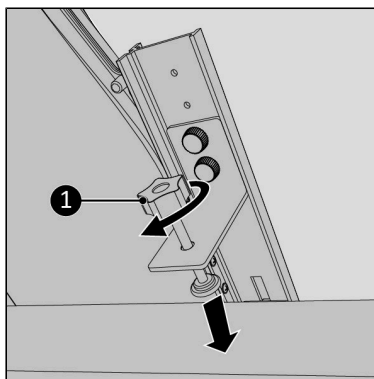

Figura 101.
14. Înșurubați cu grijă șurubul de fixare pe cadru (Figura 101, nt. 1).